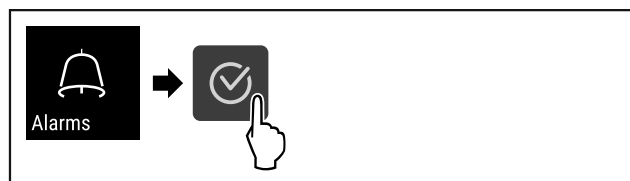

Fig. 97
- Eseguire i passi (vedere Fig. 97) .
- ▶ Eseguire i passi (vedere Fig. 97) .